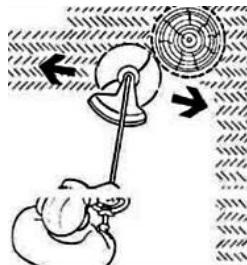

Рисунок 12
4.3.6 Не допускайте стику головки і тримерної жилки з дротами огорож, каміннім, бордюрами, твердим покриттям доріжок і подібних предметів, для запобігання передчасного зносу (вкорочення) тримерної жилки, пошкодження головки та появи травм. Не допускайте торкання працюючим інструментом стовбуров дерев, чагарників та інших насаджень для запобігання їх пошкодження (рис.12).